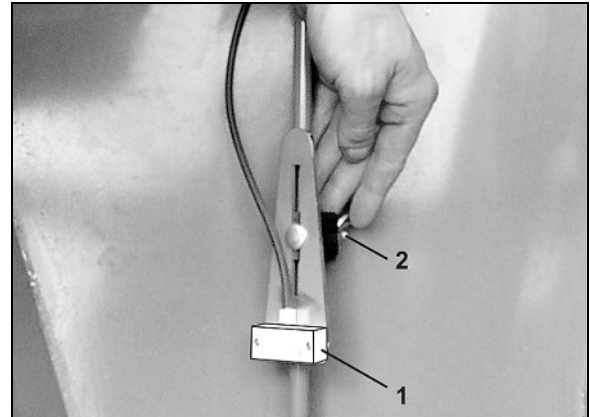

Fig. 71
3. Flügelmutter (Fig. 71/2) lösen.
4. Die Höhenlage des Füllstandssensor (Fig. 71/1) entsprechend der gewünschten Saatgutrestmenge einstellen.
5. Flügelmutter (Fig. 71/2) festziehen.
Den Füllstandssensor nur wie in Figur (Fig. 71) montieren!